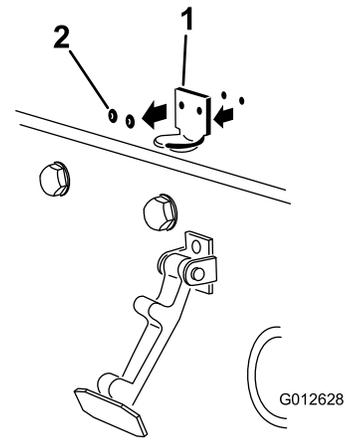

Рисунок 7
2. Извлеките заклепки (2 шт.), которые крепят кронштейн фиксатора капота к капоту (Рисунок 7). Снимите кронштейн фиксатора капота с капота.